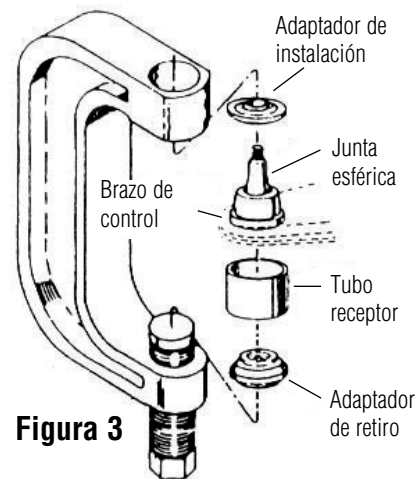

Figura 3
1. Monte la prensa para juntas esféricas sobre el brazo de control tal como se muestra en la Figura 3. Seleccione el tubo receptor de tamaño correcto y colóquelo debajo de la junta esférica del vehículo tal como se muestra.